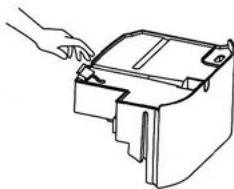

Рис. 3
3. Снимите резиновую пробку. Наклоните резервуар над раковиной и вылейте из него воду (рис. 3). При выливании воды обратите внимание на то, чтобы из резервуара не выпала крышка (8).
2. Отключите шнур питания от электрической сети. Обеспечьте свободный доступ к задней панели прибора (рис. 3).